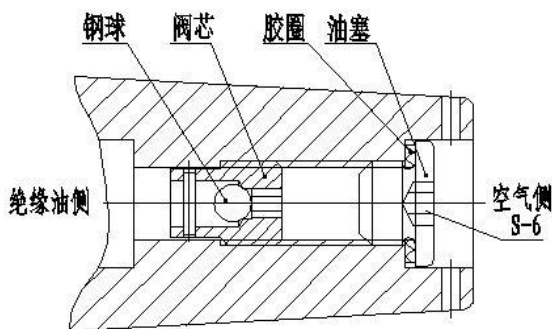
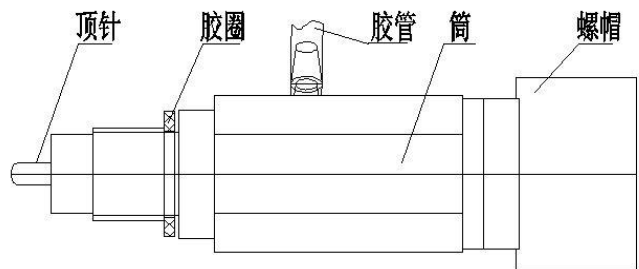

图 7 放油阀结构图
图 8 取油样工装结构图
放油阀结构见图 7，取油样工装结构见图 8。
- 2) 用 S=6 内六角扳手将图 7 所示油塞取下，严禁拆除阀芯。